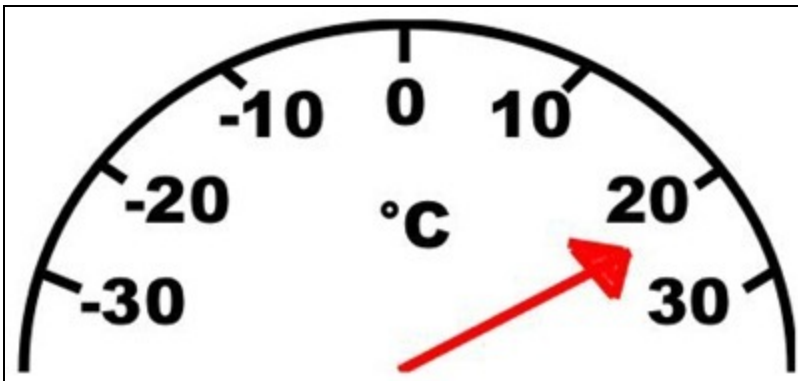

Figura 10.6 Un termometro a motore.
- Realizzate un termometro basato su un sensore di temperatura TMP36 e su un servomotore. Il display del dispositivo potrebbe essere simile a quello mostrato nella Figura 10.6; in sintesi, il progetto deve muovere una freccia in modo che indichi la temperatura misurata dal sensore.